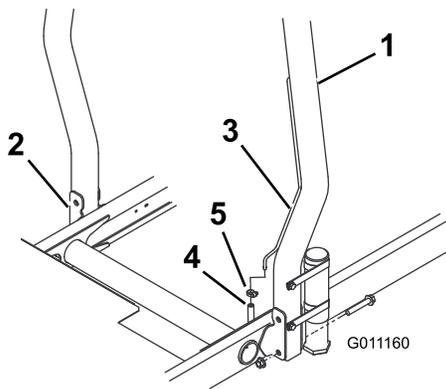

図 12
1. ROPSを機体の固定穴に差し込み、取り付け穴を整列させる。ROPSについている換気管が機体の左側にくるように配置すること 図 12。
2. ROPS のそれぞれの側をフランジヘッドキャップスクリューとロックナット各 2 で固定する 図 12。締め具を 81N m8.3kg.m = 60ft-lb にトルク締めする。